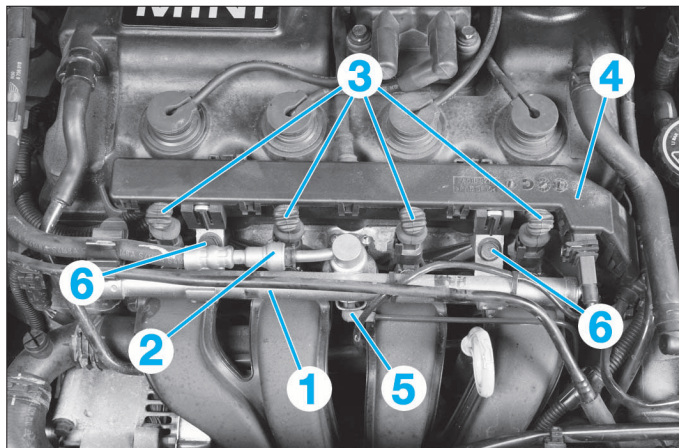

FIG. 45
- Visser le clapet (1) afin de libérer le carburant sous pression.
- Ecarter la conduite à dépression (1) (Fig.45).
- Désaccoupler la durit d'arrivée d'essence de l'amortisseur de pulsation (2).